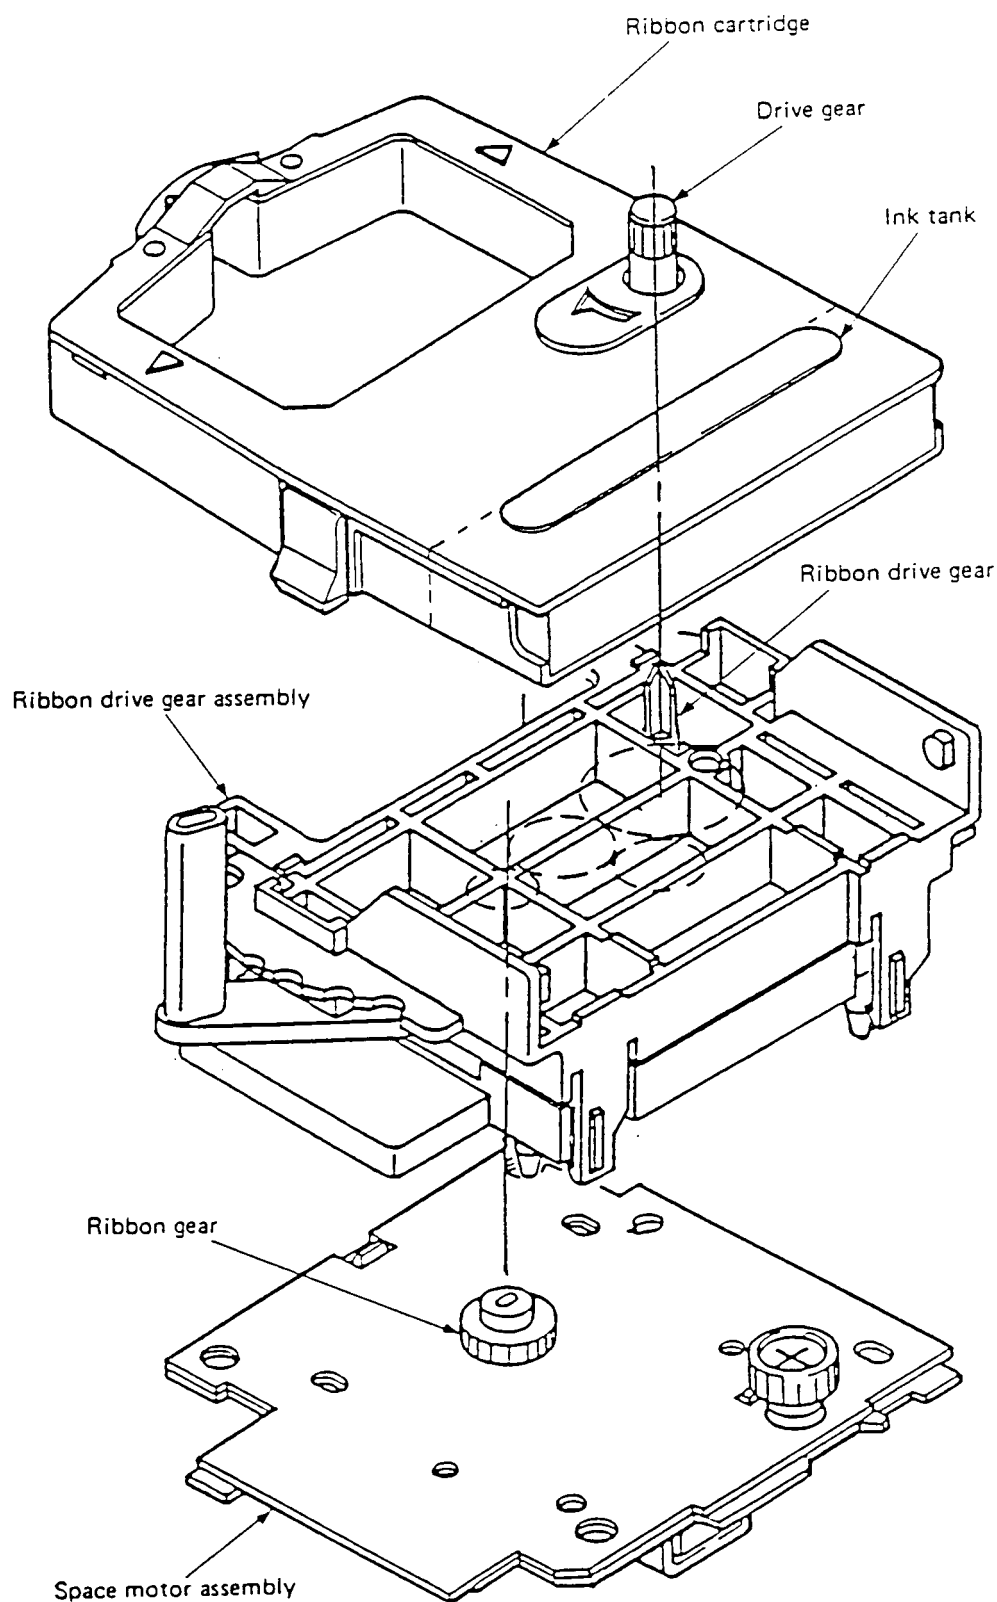

Abbildung 3.6
3.2.4 Farbbandantrieb (siehe Abbildung 3.6)